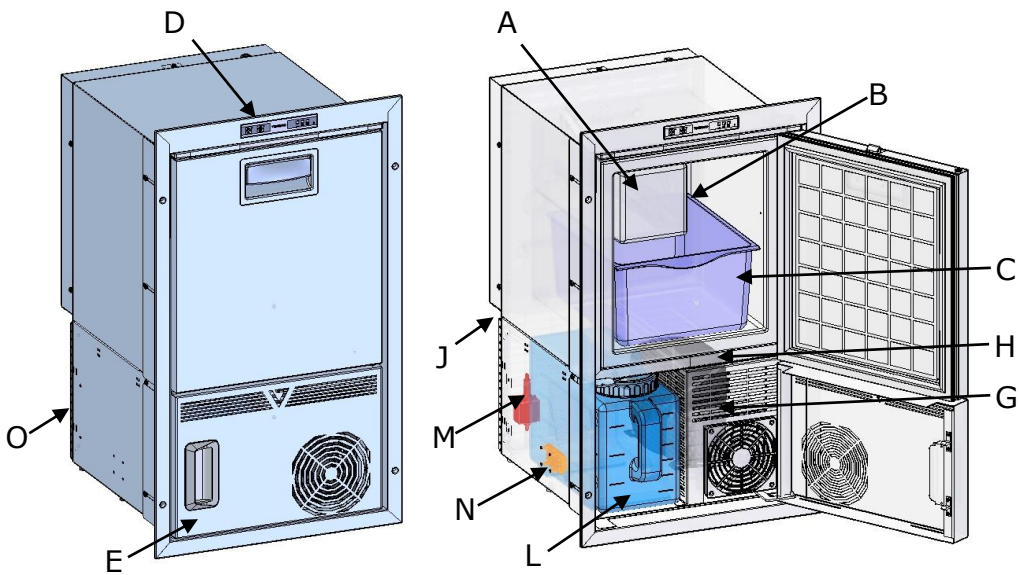
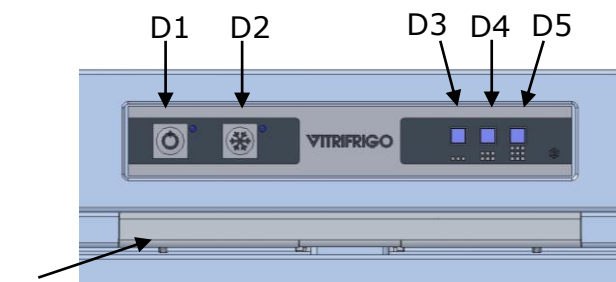

Fig. 4b
Fig. 5
Avviare la macchina tenendo premuto qualche secondo il pulsante di avvio D1 (vedi fig.5). Aprire lo sportellino E ed estrarre in serbatoio L, svitare il tappo P presente sulla parte superiore del serbatoio e versare acqua potabile attraverso il bocchettone nel serbatoio (min.2 litri / max.7 litri) (vedi fig.4b,4c). Per poter scolare completamente il serbatoio dalla macchina sganciare il tubo per il pescaggio dell'acqua facendo pressione sull'anellino di sgancio presente sull'innesto Q e contemporaneamente tirare il tubo verso l'alto (vedi fig.1d). Al momento dell'inserimento del serbatoio si accenderà la spia verde D5 (vedi fig. 5). Se rimane accesa la spia rossa D3 significa che l'acqua è insufficiente.
Collegare il tubo flessibile in dotazione presente sull'elettrovalvola (F), mediante l'apposito bocchettone filettato, alla rete idrica. L'apparecchio è previsto per il funzionamento con pressione idrica compresa fra 1 e 3 bar. Assicurarsi che la rete idrica fornisca acqua potabile e che la pressione sia tale da ottenere una produzione di ghiaccio corretta per ogni ciclo di scarico (sui 100g per 12 cubetti, pressione ottimale 2 bar). E' consigliato l'utilizzo di un rubinetto sulla linea idrica. Avviare la macchina tenendo premuto qualche secondo il pulsante di avvio D1 (vedi fig.5).
Durante la produzione di ghiaccio il comando "produzione (D2)" deve essere attivo (led acceso) (vedi fig. 5). Il ciclo di produzione ha il seguente svolgimento:
Tenendo premuto il tasto "produzione D2" per almeno 3 secondi si passa dalla modalità PRODUZIONE GHIACCIO a quella FREEZER (spia D2 spenta, led SET MIN/MED/MAX D3/D4/D5 acceso colore blu, vedi fig. 5).
Terminato l'utilizzo del fabbricatore, al fine di preservare al meglio le sue funzionalità ed evitare la formazione di muffe, procedere come segue. Spegnerne il fabbricatore e scollegarlo dall'impianto elettrico. svuotare la vaschetta di raccolta del ghiaccio (C). Attendere che la brina presente all'interno della vasca sia completamente sciolta. Asciugare accuratamente le pareti interne del fabbricatore. Lasciare la porta semi aperta, utilizzando la vent-position presente sulla staffa I (vedi figura 5 e 5a), affinché possa realizzarsi un ricambio d'aria e non si crei umidità all'interno della vasca. Per le versioni REFILL svuotare e pulire il serbatoio (L) (vedi fig. 4b,4c).